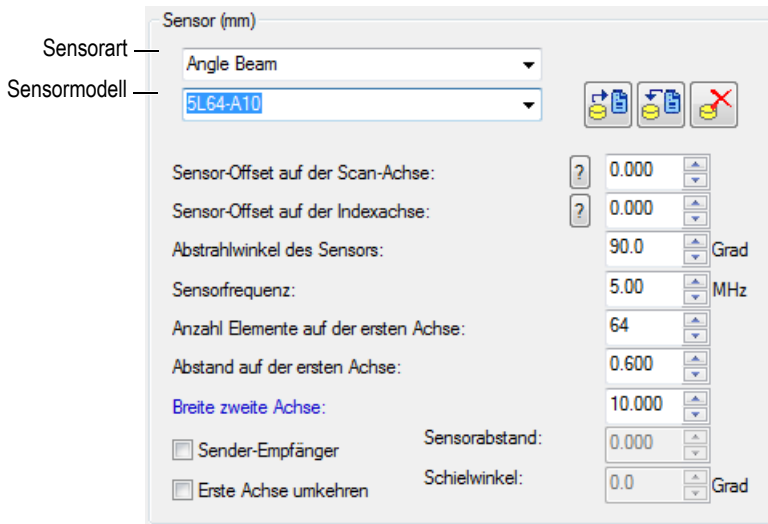

Abbildung 4-7 Auswahl des Sensors
- b) Wählen Sie im Gruppenfeld **Sensor** die Sensorart (**Angle Beam**) und das Sensormodell (siehe Abbildung 4-7 auf Seite 246) aus.